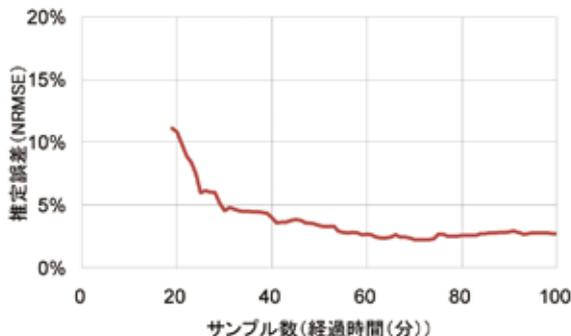

図2 シミュレーションによる推定誤差の推移
は、Peak-Peak の 1/2 で 70.3% だったものが 91.7% へと高めることができました。(2) では、いずれかの機器の ON/OFF が変化する度に、その時の電力変化を機器に割当てます。設置直後は誤差のある推定を行いますが、時間経過と、より多くの ON/OFF 変化によって、誤差が次第に小さくなっていく様子が見られます (図 2)。